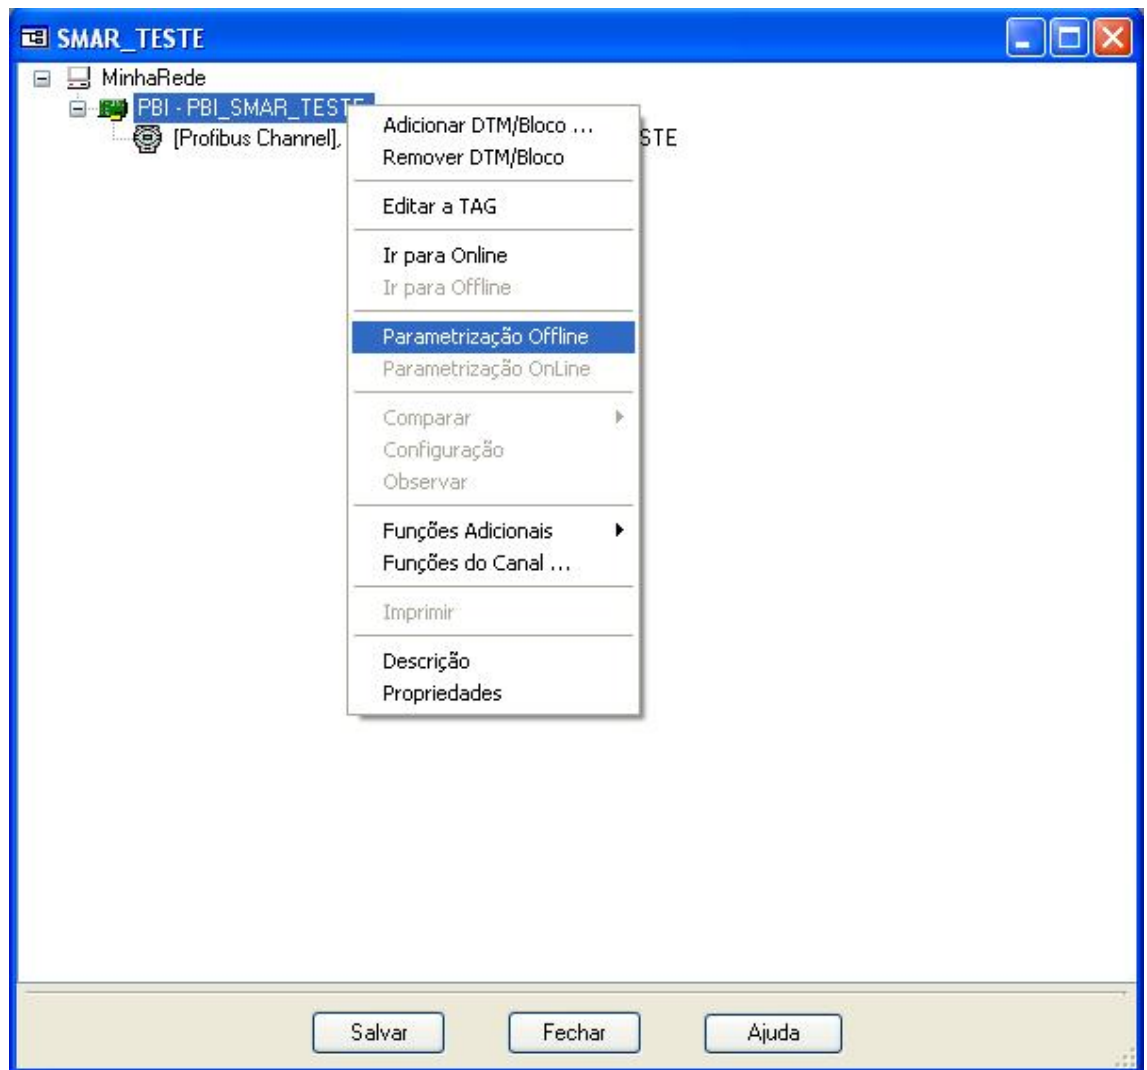

Figura 2.12 - Configuração del AssetView STANDALONE
8) En seguida, haga una parameterización fuera de línea en la PBI-PLUS. Para eso, haga clic con el botón derecho del ratón en la PBI-PLUS y elija la opción "Parametrização Offline". Vea la figura 2.12. Seleccione "Master Settings". En esa etapa se configurarán la puerta de comunicación (opción "Serial Port") y el tipo de comunicación (opción "Interface") a utilizarse, y también el tipo de comunicación (opción "Interface"), que podrá ser local (opción "LOCAL") o en el campo (opción "NETWORK"). Vea la Figura 2.12.